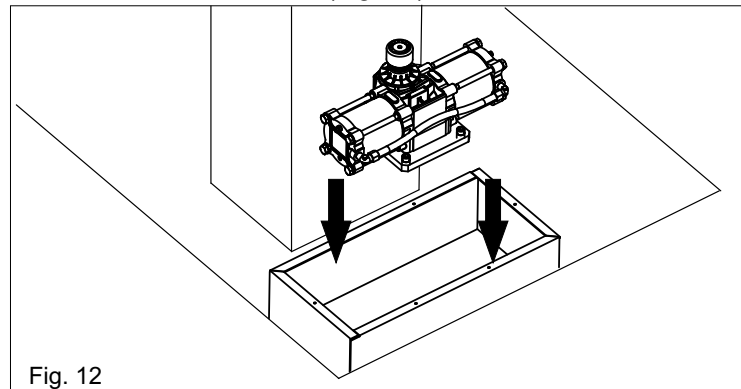
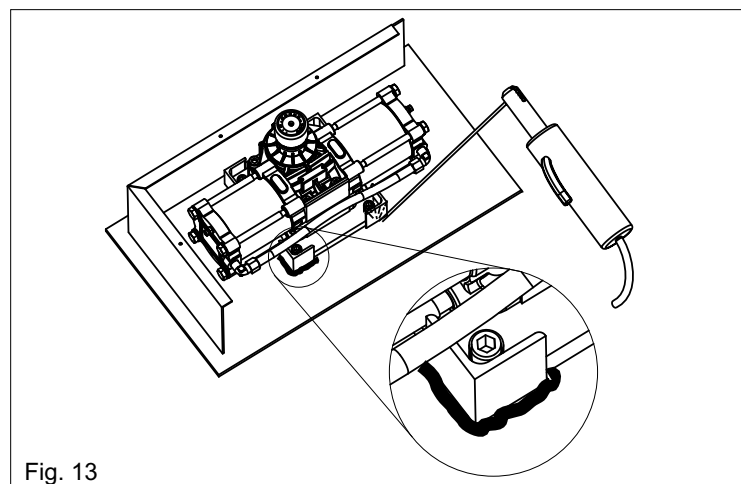

Fig. 12
Fig. 13
3.1. Insérer le vérin dans la caisse de fondation (Fig.12) positionnant l'axe de l'arbre de sortie aligné avec l'axe de la charnière du portail et souder les quatres angulaires a l'extrémité à fixer le même (Fig. 13).